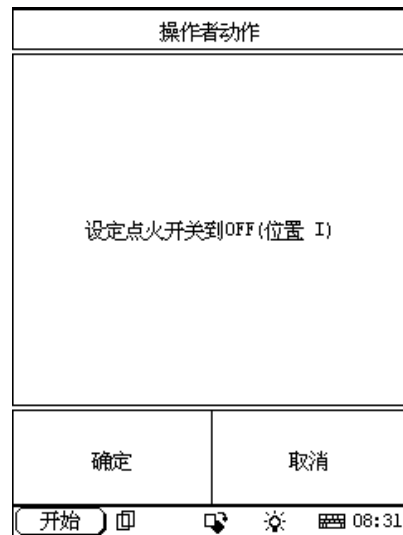
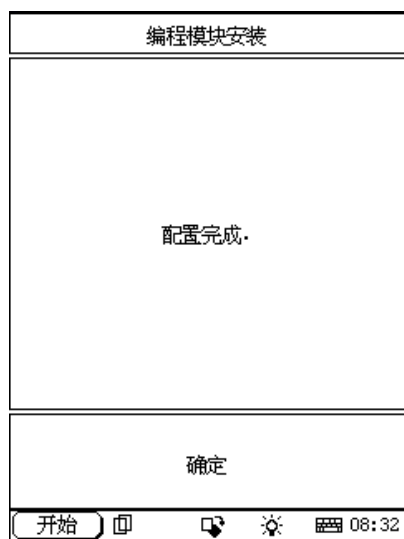

图 9.
图 12.
- 4: 按照 X431 提示“点火开关置 OFF”。(见图 9)。
- 8: 如匹配成功, 则显示如图 12, 然后请关闭点火开关, 如图 9。